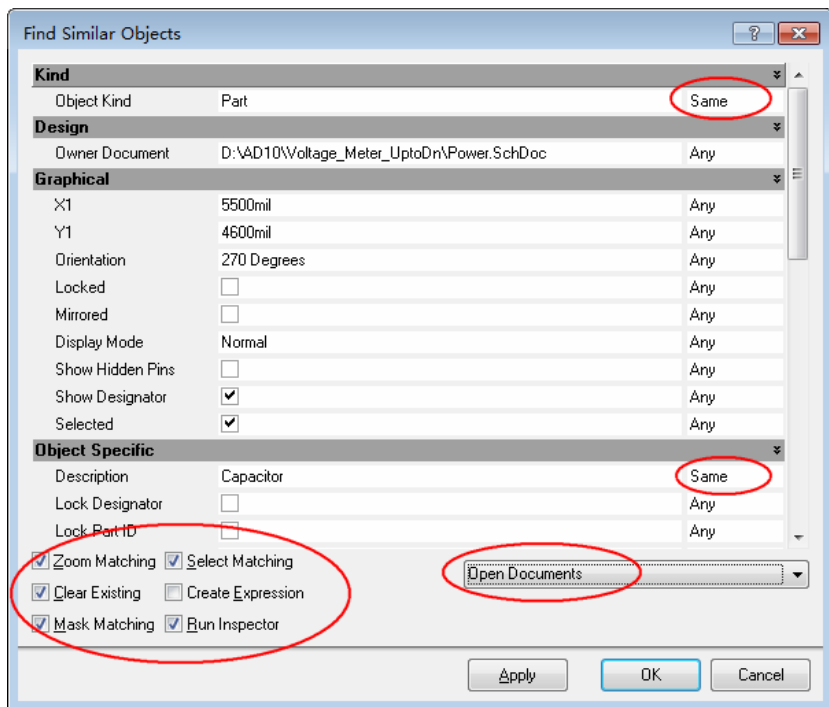

图 6-14 Find Similar Objects 对话框
首先选择任意一个元件, 单击鼠标右键, 在弹出的菜单中选择 Find Similar Objects 菜单命令, 即可显示 Find Similar Objects 对话框, 如图 6-14 所示。
(1) 打开电子资源“例 6-3_SCH_Inspector”目录下的“SCH_Inspector.PrjPCB”工程，该工程中包含两个原理图文档，MCU.SchDoc 和 Power.SchDoc 文档中含有无极性电容，务必双击打开这两个文档。
(2) 选中任意一个无极性电容，单击鼠标右键，选择 Find Similar Objects 菜单命令，打开对话框，该对话框第一个属性 Object Kind 的查找选项默认设置为 Same，将属性 Description 的查找选项也设置为 Same，并将 Find Similar Objects 对话框下部的六个选项除 Create Expression 以外全部选中，同时将查找范围设为 Open Documents，设置好的对话框如图 6-14 所示。单击 OK 按钮后，工作区中所有打开文档中的无极性电容都被选中，其余对象被淡化显示，同时 SCH Inspector 对话框会自动打开。